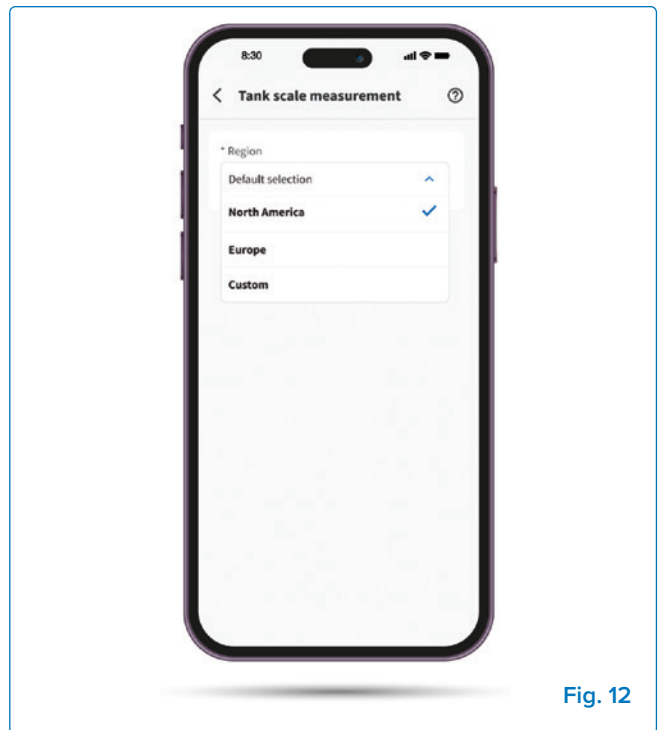

Fig. 12
- Abra la aplicación Napoleon Home y vaya a la sección de la báscula del tanque (**Fig. 12**).